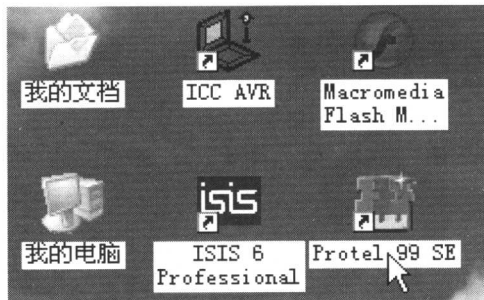

图 1-13 Windows 桌面
(14) 单击“Finish (结束)”按钮, Protel 99SE 主程序安装完毕。此时,在 Windows 桌面上将自动生成一个“Protel 99SE”快捷图标,如图 1-13 所示。